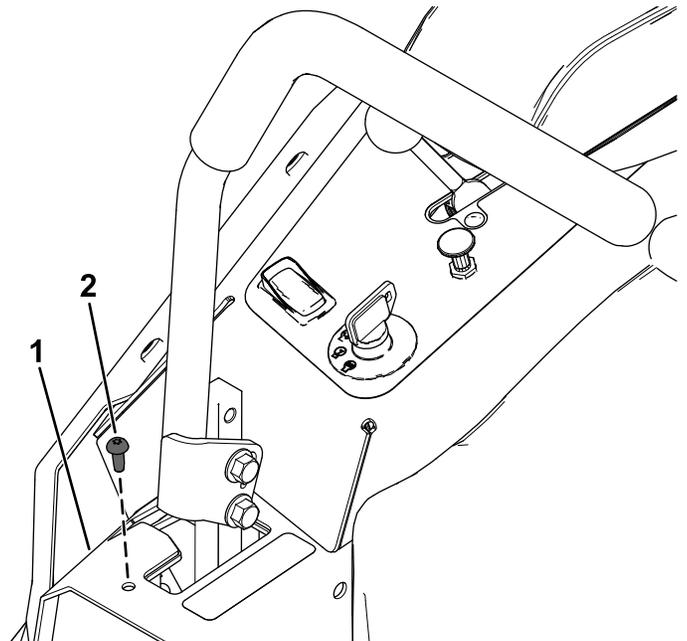

Figure 10
3. Retirez la vis autotaraudeuse sur la protection de la commande de déplacement droite (Figure 10).